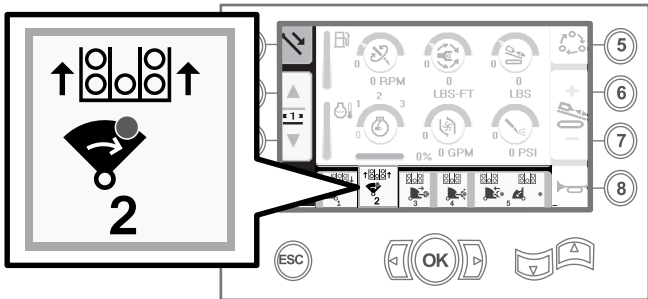

Figure 28
4. Relâchez l'interrupteur à bascule pour passer à l'étape suivante dans la séquence (Figure 28).